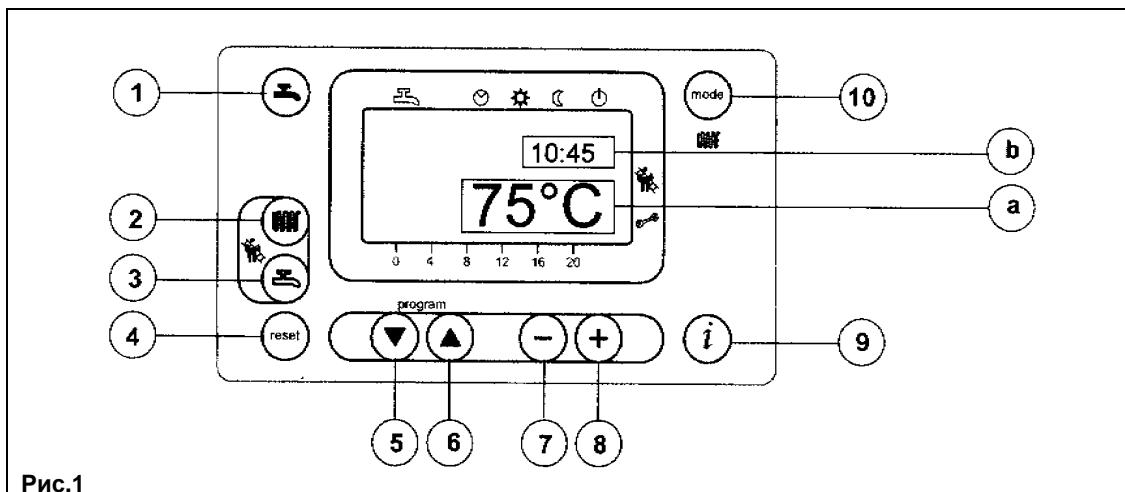

Рис.1
- Для встановлення значення температури води системи опалення натисніть кнопку (поз. 2, рис. 1);
Примітка. При підключеному датчикові вуличної температури, за допомогою кнопки (поз. 2, рис. 1) можливо здійснювати зміщення за кліматичними кривими. Для збільшення або зменшення кімнатної температури в опалюваному приміщенні використовуйте кнопки .
- Для встановлення максимального значення температури води системи ГВП натисніть кнопку (поз. 3, рис. 1);
- Натисніть одну з кнопок (поз. 1 або 10, рис. 1) для запам'ятовування значення та повернення до основного меню.
На основному дисплеї (рис. 1 а) одночасно з кодом несправності висвічується символ «  » (рис. 4).